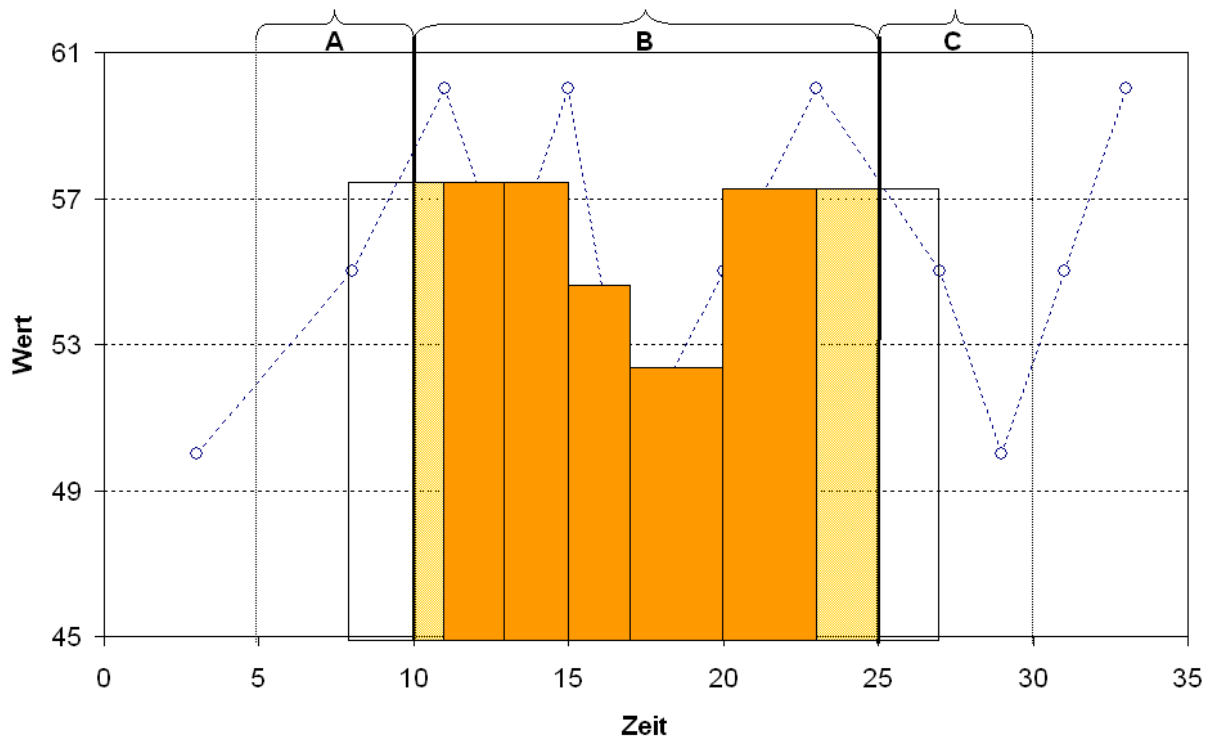

Abbildung 23: Datenaggregation → gew. Mittelwert (Mitte)
- j) Gewichtetes Mittel (Mitte): zeitlich gewichteter Mittelwert im Intervall (B). Die in die zeitliche Gewichtung eingehenden Werte ergeben sich als Mittelwert zweier benachbarter Punkte. Je nach Einstellung wird der Überlappungsbereich (A und C) zur gewichteten Mittelung berücksichtigt (Abbildung 23).